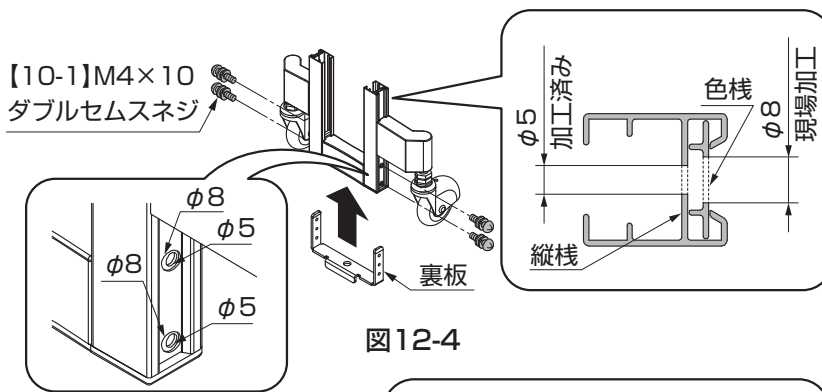
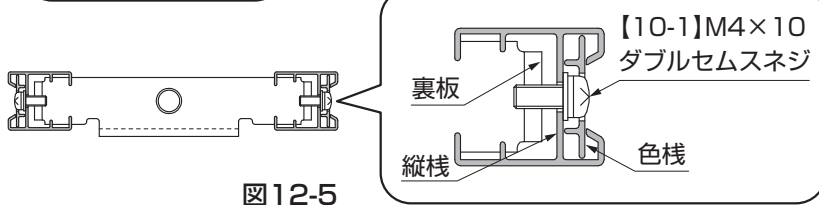

図12-4
図12-5
- ①色棧にのみφ8孔をあけてください。色棧にはφ5の下孔があいています。(図12-4参照)
- 縦棧には、φ8孔をあけないでください。(図12-4、図12-5参照)
- ②裏板を縦棧に【10-1】で組付けてください。(図12-4、図12-5参照)